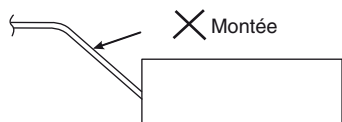

Fig. 3-9
- **Ne pas installer le tuyau avec une inclinaison ascendante à partir de l'orifice de connexion. Ceci entraînerait un retour de l'eau de vidange et une fuite lorsque l'unité est arrêtée. (Fig. 3-9)**